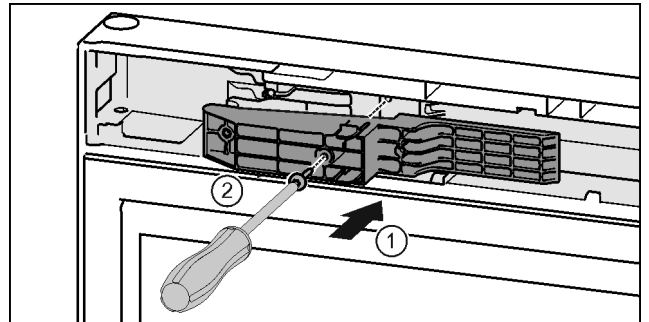

Fig. 48 \*
- ▶ Futni pjesën përshtatëse në fole në anën e dorëzës. Fig. 48 (1)\*
- ▶ Mbërtheni fort vidat me një kaçavidë T15. Fig. 48 (2)\*